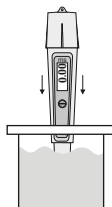

Fig.3
4. Imergir a célula do Condutivímetro na solução até o nível de imersão. Nunca ultrapasse o nível de imersão para evitar danos ao aparelho (Fig.3).